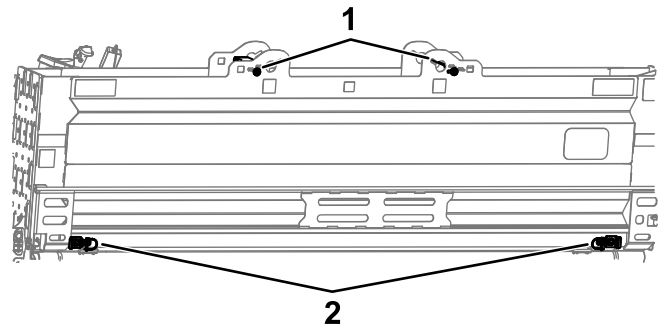

Figura 52
2. Asegúrese de que están instalados las pletinas de sujeción superiores y los pasadores inferiores del portatubos (Figura 52).